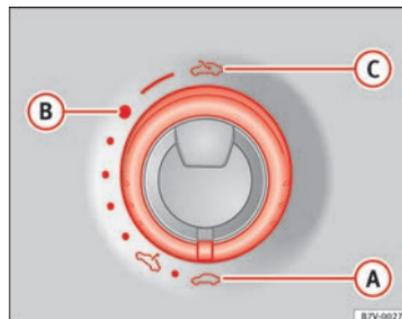

Fig. 59 En el revestimiento interior del techo: gire el conmutador para abrir y cerrar.
⇒ fig. 59
- El conmutador ⇒ fig. 59 ① debe estar en la posición de “cerrado” ①.